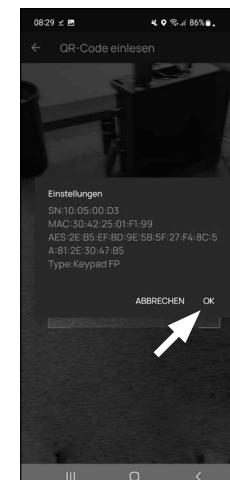

Fig. 9
- 12 Una vez leído el código QR, aparecerá un mensaje con datos sobre su cilindro, que deberá confirmar abajo a la derecha pulsando «OK» (Fig. 9).